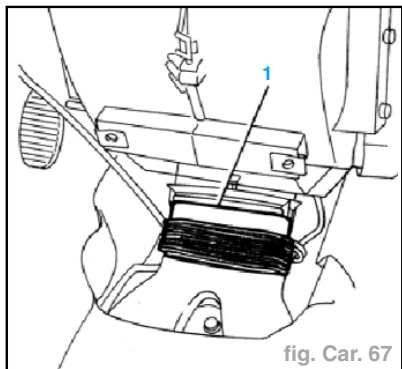

fig. Car. 67
- Déposer le manchon (1) reliant le boîtier de conditionneur aux conduits de répartition d'air (fig. Car. 67).